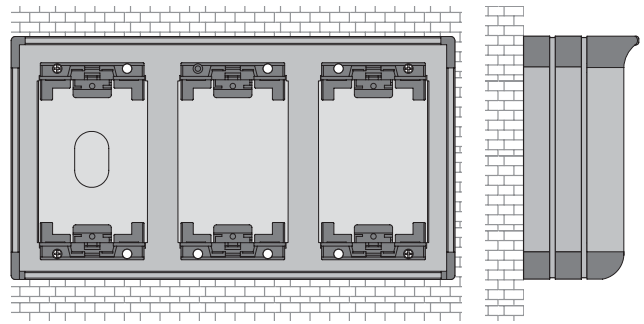

Fig 14
- Fissare la morsetteria del modulo 8A0N sul fondo della scatola, bloccandola sul profilo della scatola (fig. 16). Posizionare la morsetteria nel lato inferiore della scatola in prossimità dell'ingresso dei fili (particolare A, fig. 14).
- Fissare il microfono del modulo art. 8A09 o 8A19 oppure 8A19/C sulla testata inferiore del telaio (fig. 14), **prendere in considerazione la testata inferiore più lontana che consente il cablaggio del microfono**. Nel lato destro della testata sono presenti due lamelle dove inserire il microfono.